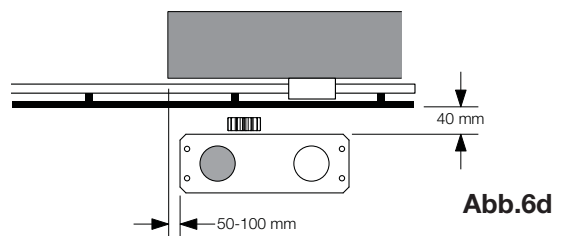

Abb.6d
- Abb. 6d: Installation mit Motor rechts